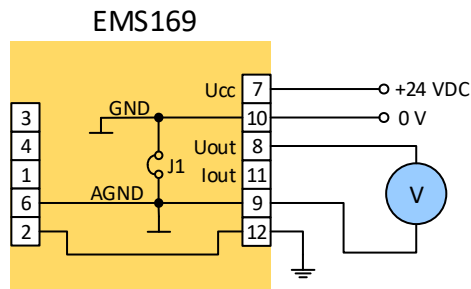

Рис. 7. Функциональное испытание преобразователя.
2. Контроль функциональности преобразователя. Правильную работу преобразователя возможно в ограниченном диапазоне определить простым контролем. Преобразователь надо установить на биполярный выход напряжения – 10в ... + 10 в (на переключателе J4 соединить шпильку 2 и 3, клеммы J2 = J3 = ON). Подключить к напряжению питания, на вход не подключать никакой датчик. На выход подключить вольтметр или амперметр в зависимости от того, какой тип выхода мы хотим измерять, см. рис. 7 . Примечание. В приведённых далее подключениях нарисован вольтметр, но при применении выхода тока надо контролировать и ток.